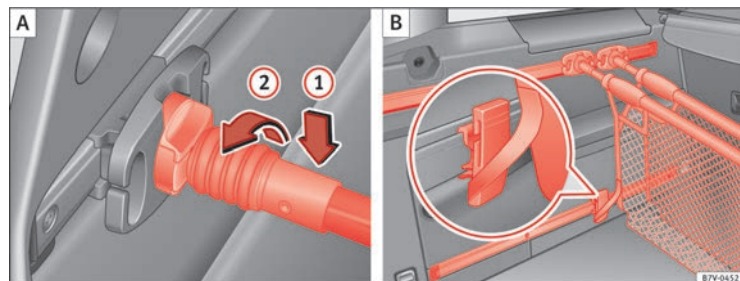

Fig. 97 Agganciare la rete per bagagli ① e utilizzarla come borsa ②.
⇒ fig. 97 ① e ruotarla verso sinistra di 90° ②. La tacca rossa sulla barra di sostegno non dovrà essere visibile ⇒ ⚠.